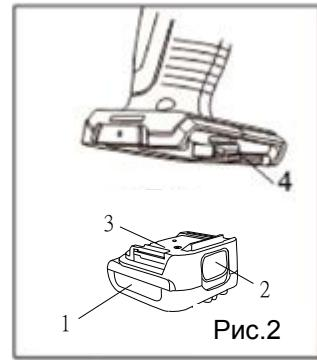

Рис.2
Нажмите кнопку для отделения аккумуляторного блока (2) и вытащите блок (1). (Рис.2)
Вставьте аккумуляторный блок (1) до фиксации (Рис.2).
**ВНИМАНИЕ!** Убедитесь, что две направляющие (3) в корпусе аккумулятора совпали с направляющими (4) в рукоятке аккумуляторная дрель-шуруповёрт.